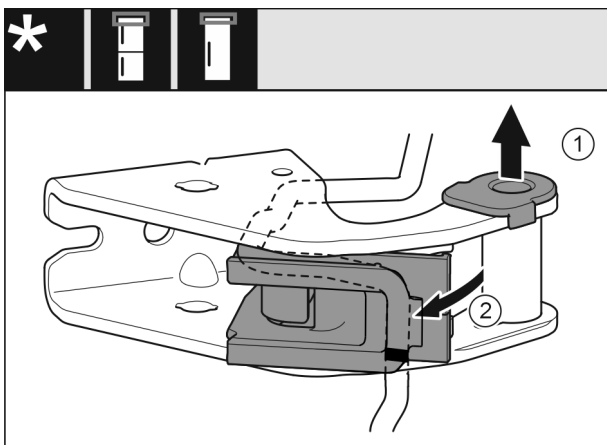

Fig. 14
- ▶ Lagerbussen uit de geleiding trekken. Fig. 14 (1)
- ▶ Kabelhouder naar buiten draaien. Fig. 14 (2)